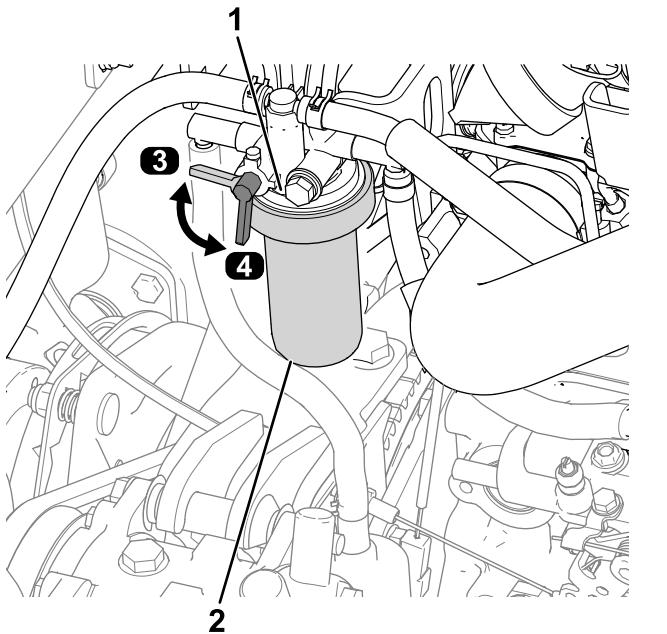

Bild 59
1. Drehen Sie den Kraftstoffhahn in die Aus-Stellung (Bild 59).
2. Reinigen Sie den Bereich um den Kraftstofffilterkopf (Bild 59).